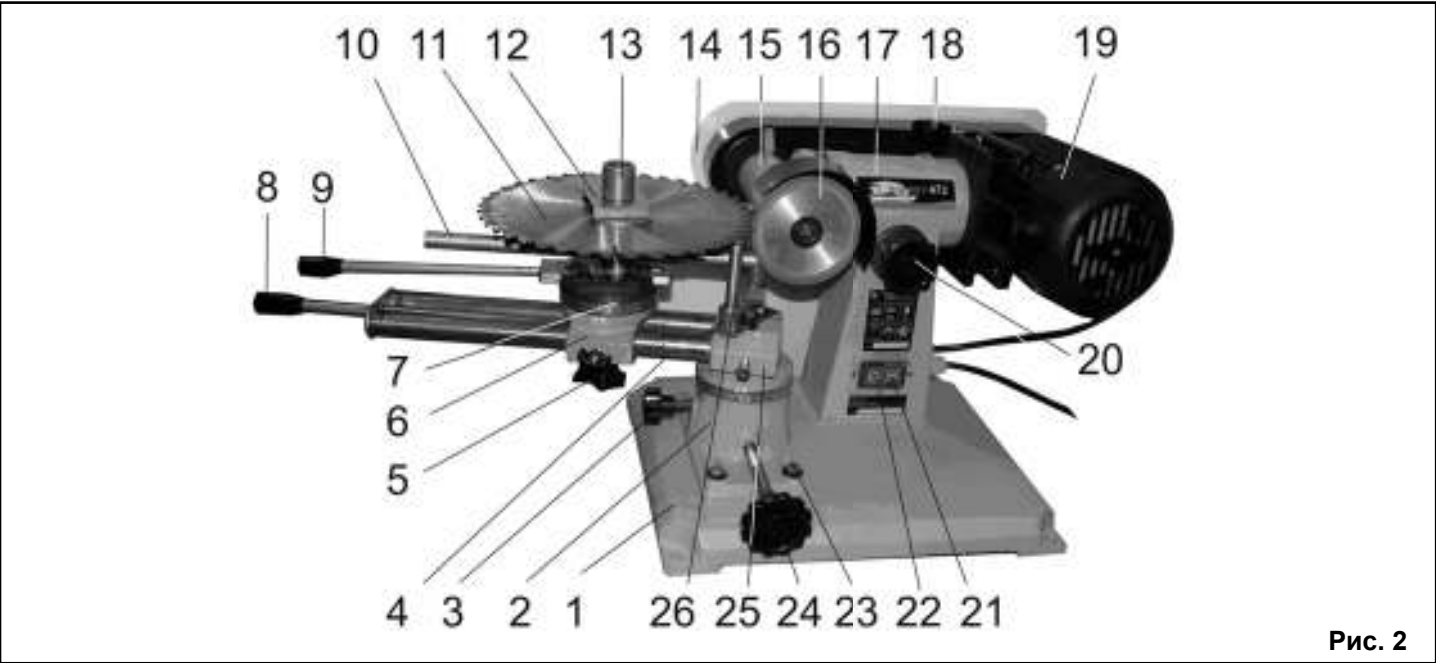

Рис. 2
7.1. Машина состоит из следующих сборочных единиц и деталей (Рис.2, Рис.3)
8.1. Монтаж машины (Рис.2)
8.2. Сборка машины (Рис.2)
8.2.1. Как показано на Рис.2, установите и закрепите за- точной круг (16). В зависимости от выполнения намечен- ной работы, заточной круг (16) устанавливайте рабочей поверхностью с наружной или внутренней стороны от- носительно машины.
9.2.3. Включение машины производится нажатием на кнопку «I» (21) Рис. 2.
9.2.4. Выключение машины производится нажатием на кнопку «O» (22) Рис.2.